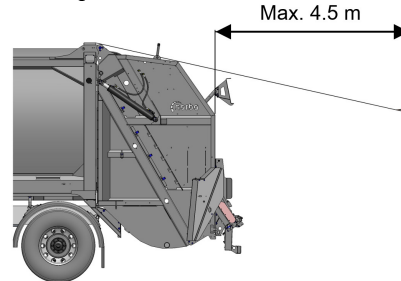

Bild 7.2.2.1 Max tillåten bandlängd
- 2** Kör ut vinschbandet genom att föra styrspaken åt vänster (för styrspak monterad på höger sida av fordonet). Kör ut bandet till tillräcklig längd, maximalt 4,5 m från den bakre delen av bakluckan, se bilden nedan. Fäst bandets fästordning på avsett vis på containern och kontrollera att det sitter fast ordentligt, se bild 7.2.2.2